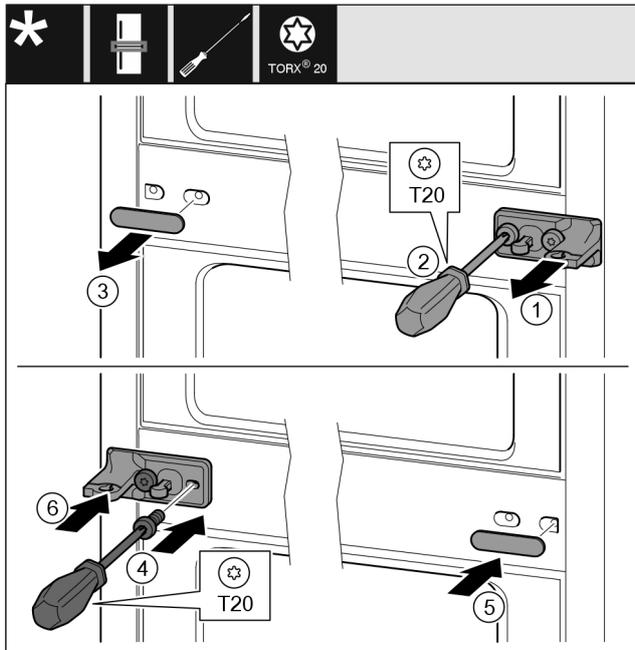

Fig. 34
- ▶ Sfilare la rondella Fig. 34 (1).
- ▶ Estrarre le viti Fig. 34 (2) con un cacciavite.
- ▶ Estrarre la copertura Fig. 34 (3) con cautela.
- ▶ Stringere bene il blocco di supporto con pellicola Fig. 34 (4) ruotato di 180° sull'altro lato.
- ▶ Applicare la copertura Fig. 34 (5) ruotata di 180° sull'altro lato.
- ▶ Infilare la rondella Fig. 34 (6) dal davanti.